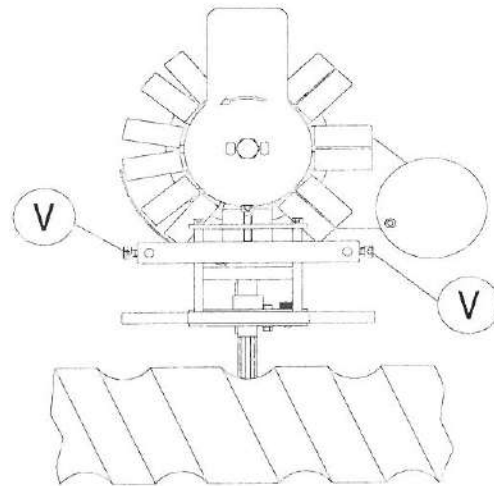

Figure 5
En automatique, la machine possède un contrôle en hauteur du distributeur. Ceci pour éviter que le dispositif de centrage du goulot de la bouteille **DC** n'aille heurter la vis d'Archimède **CO** (figure 5).
- Régler le dispositif de centrage du goulot de la bouteille avec les vis **V** (figure 5)